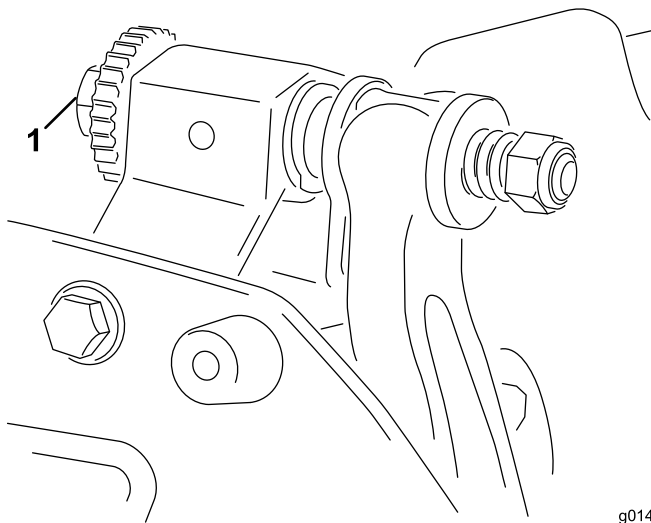

图4
1. 将滚刀组放在平整、水平的工作表面上。逆时针旋转底刀架调节螺丝确保解除滚刀接触 图4。